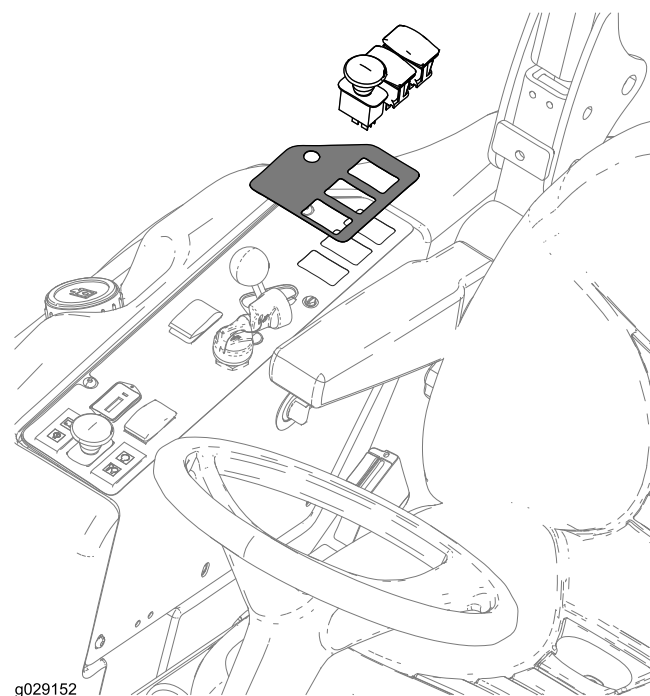

Figure 20
1. Sur la face inférieure du panneau de commande, localisez et déposez les 3 caches qui masquent l'emplacement des commandes (Figure 20).
2. Découpez les mêmes trous dans l'autocollant du panneau de commande (Figure 20).
3. Placez l'autocollant et posez les commandes comme montré à la Figure 20.